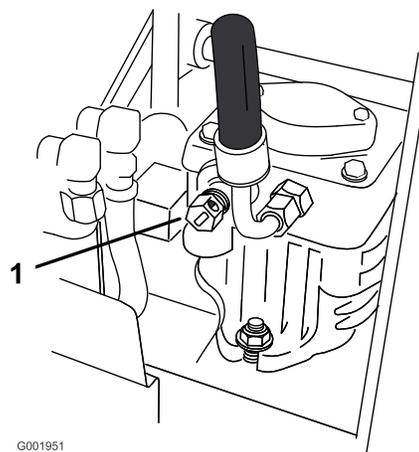

Figura 25
2. Abra a válvula de derivação em ambas as bombas rodando 1 a 2 voltas no sentido oposto aos ponteiros do relógio. O mesmo permite que o fluido hidráulico passe pelas bombas possibilitando a rotação das rodas (Figura 25).